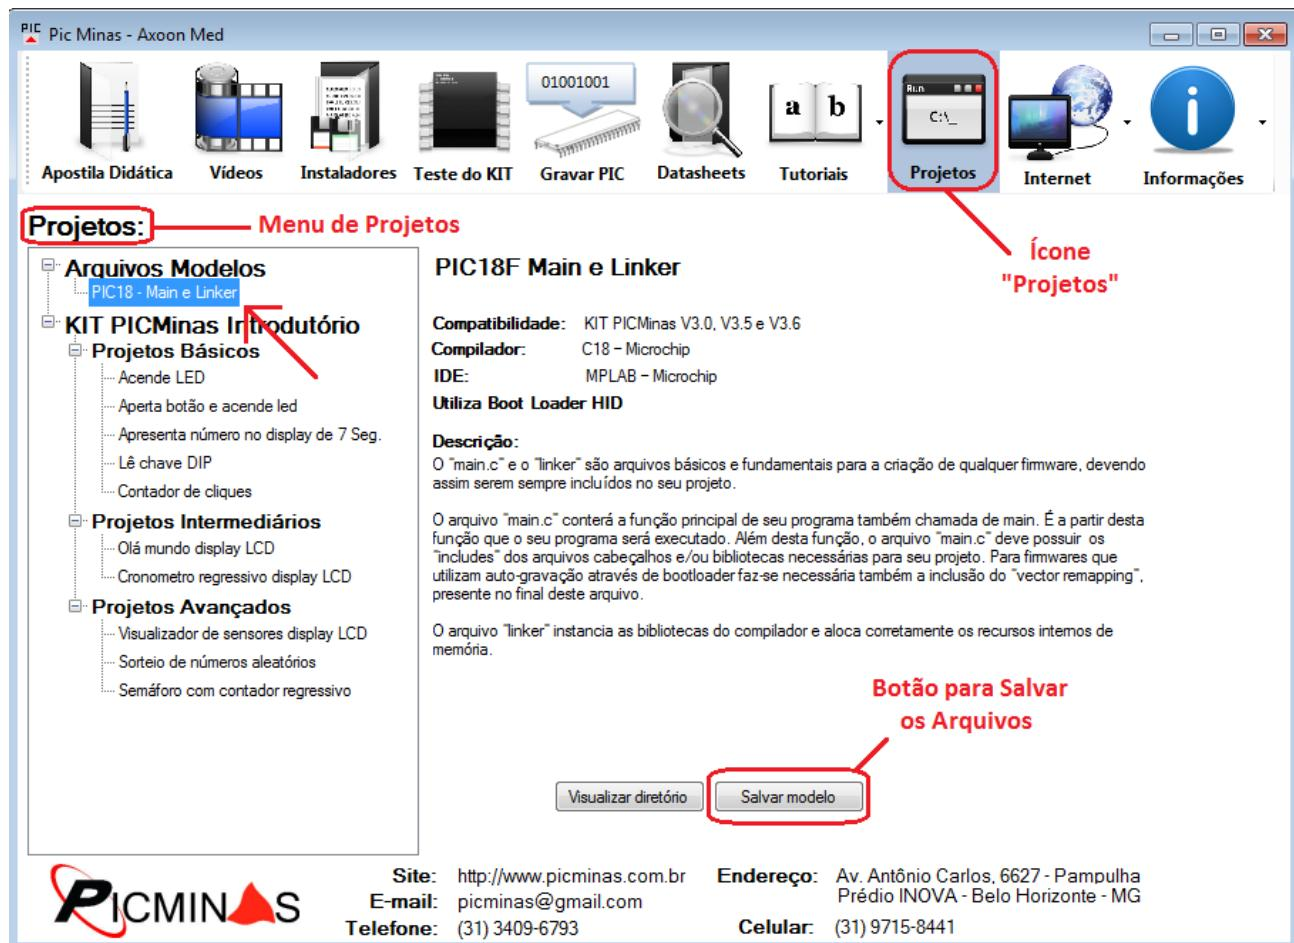

Figura 3.25 - Arquivos modelo no DVD didático.
- Crie uma pasta em seu computador com o nome do seu projeto. Abra o DVD didático e clique no ícone “Projetos”. No menu “Projetos” (à esquerda da tela), em “Arquivos Modelos”, clique sobre a família do PIC desejado (PIC18 ou PIC32). Em seguida, clique no botão “Salvar Modelo” e escolha o diretório onde deseja salvar os arquivos. Os arquivos modelo devem ser salvos dentro da pasta de projeto que você acabou de criar (ver Figura 3.25).